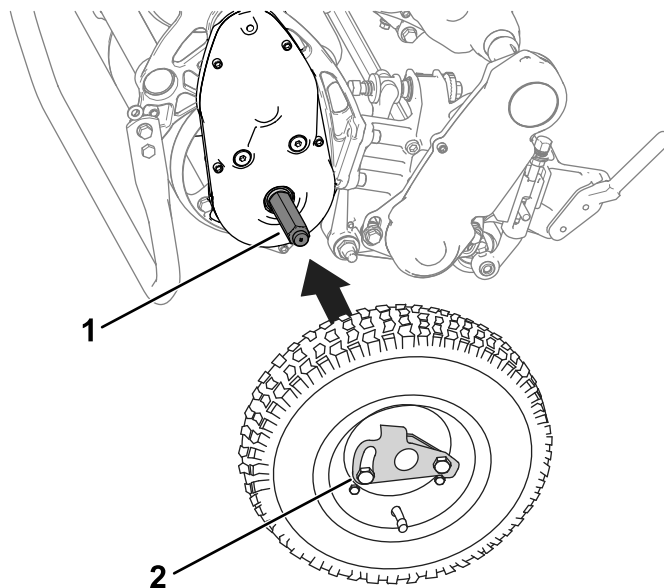

Figura 25
2. Deslize uma roda em um eixo (Figura 25).
3. Gire o clipe de travamento da roda (Figura 25) para longe do centro da roda, permitindo que esta deslize mais para o interior do eixo.